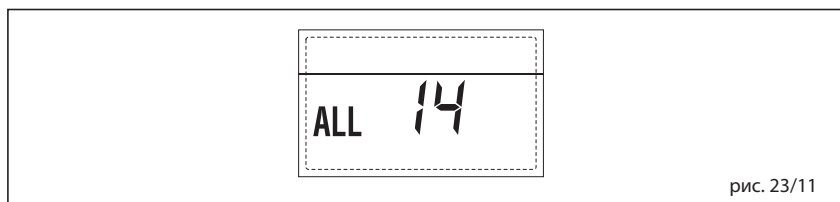

рис. 23/11
– **НЕПОЛАДКА ВЕНТИЛЯТОРА, “ТРЕВ. 15” (рис. 23/12)**